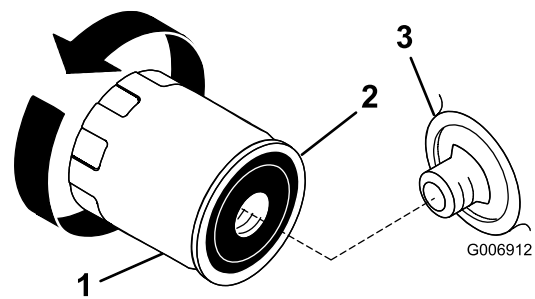

Figura 32
2. Togliete il filtro dell'olio usato e tergete la superficie della guarnizione del riduttore del filtro (Figura 32).
3. Spalmate un velo di olio nuovo sulla guarnizione di gomma del nuovo filtro dell'olio (Figura 32).
5. Girate il filtro in senso orario finché la guarnizione di gomma non tocca l'adattatore, quindi serrate il filtro di un altro 1/2 o 3/4 di giro (Figura 32).